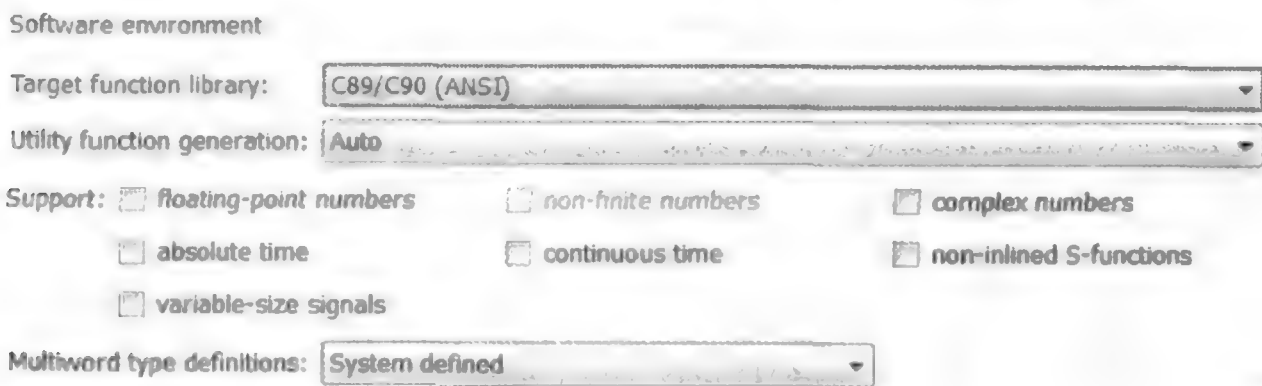

图 7.2.65 Interface 界面设置
(2) 模型参数设置。打开模型参数对话框,在 Real-Time Workshop 界面设置 TLC 文件为 ert.tlc,如图 7.2.65 所示。
Real-Time Workshop→Interface 界面,取消勾选不必要的复选框,如图 7.2.65 所示。